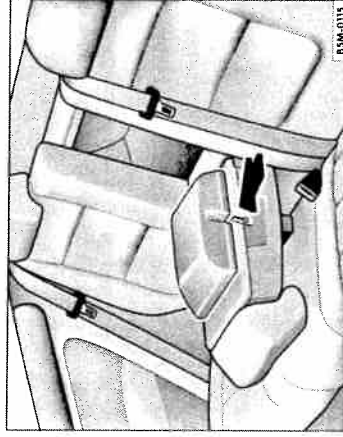

Fig. 90 Cofiera din spate: Sprijinul tapisat pentru braț.
– Apăsați sprijinul tapisat pentru braț, cu pivoțiți de pe partea posterioară în suportul pentru doze de băutură din cotiera centrală din spate. Atenție ca locașul din sprijin să se afle în partea stângă ⇒ fig. 90 (săgeata).